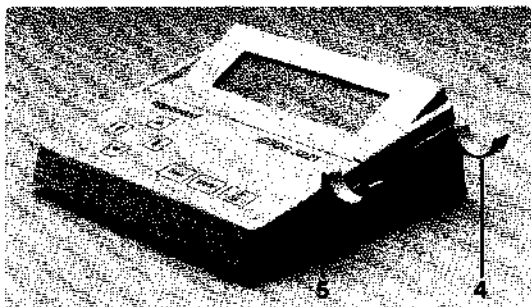

Abb. 2: Steuereinheit EDOS.
Die Ablage für den Dosiergriff (4) wird auf die rechte Kante der Steuereinheit gesteckt (Abb. 2).
Die Helligkeit der Anzeige kann mit der Rändelschraube eingestellt werden, die an der rechten Gehäusesseite zugänglich ist (Abb. 2, [5]).